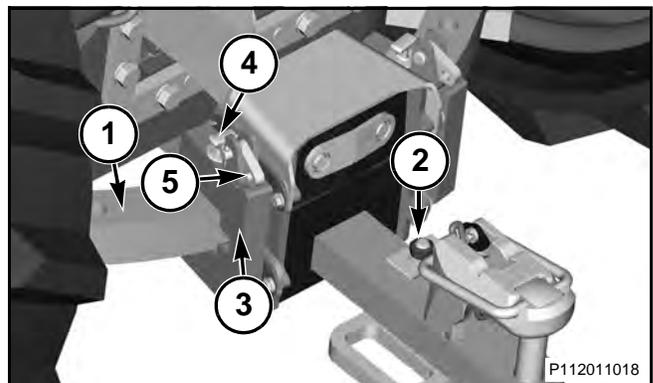

FIG. 182
FIG. 182: Para asegurar la barra de tiro (2) en una posición fija, coloque un bloque (3) a cada lado de la barra de tiro. Fije el bloque (3) engançando los pasadores (4) al soporte (1). Fije los pasadores (4) con el pestillo de pasador (5).